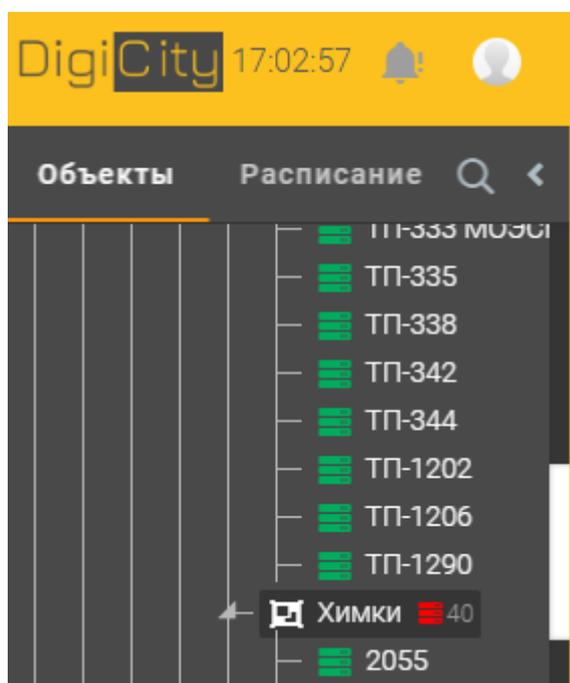

Рисунок 98 – Выбрать группу устройств
1) Выберите в левой ветке группу устройств (рис. 98).